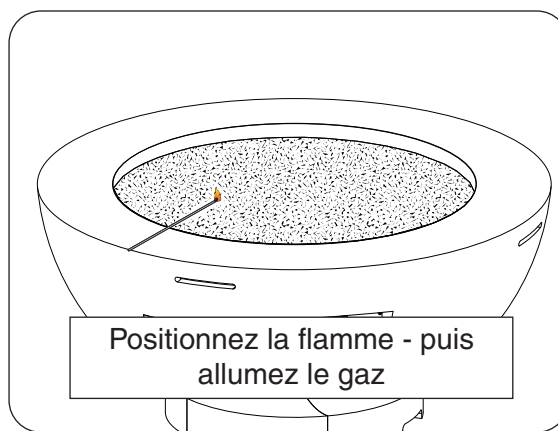

Fig. 42-1
- 3. Allumez une allumette à longue tige ou un briquet au butane à long col et placez la flamme contre la surface du support décoratif près du brûleur (Fig. 42-1).